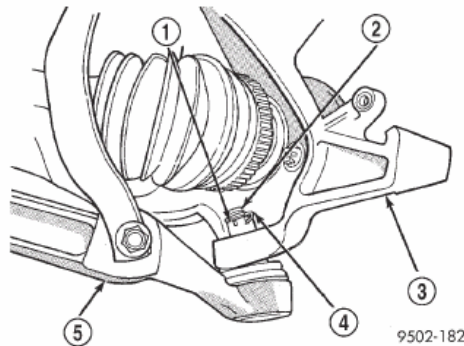

Fig. 10 Fijación de la articulación de rótula inferior a la articulación de la dirección
(12) Retire el pasador de horquilla y la tuerca de corona (Fig. 10) del espárrago de la articulación de rótula inferior en la articulación de la dirección. **PRECAUCION: No debe insertarse ninguna herramienta entre la articulación de la dirección y la articulación de la rótula inferior para separar el espárrago que une las dos articulaciones. La articulación de la dirección debe separarse del espárrago de la articulación de la rótula únicamente mediante el procedimiento descrito en el paso 13.**